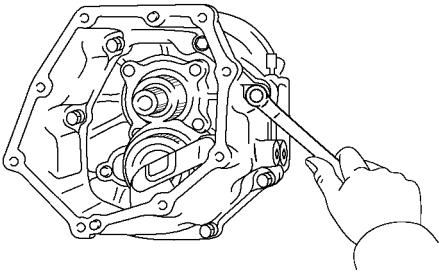

图 10-43 涂敷密封胶安装连接体
(24) 安装分动器连接体。在分动器连接体上涂敷密封剂，在连接体内侧的 3 个螺栓的螺纹部分涂敷密封胶，然后装上分动器连接体并旋紧螺栓，如图 10-43 所示。